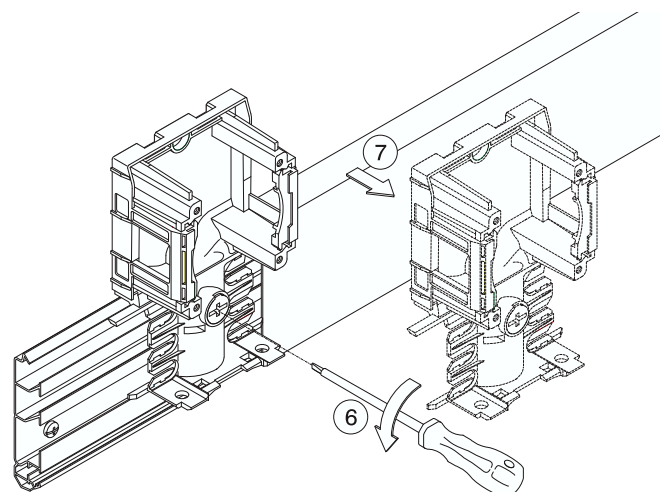

Abbildung 6
3. Geräteträger-Unterteil entfernen (Abb. 6)